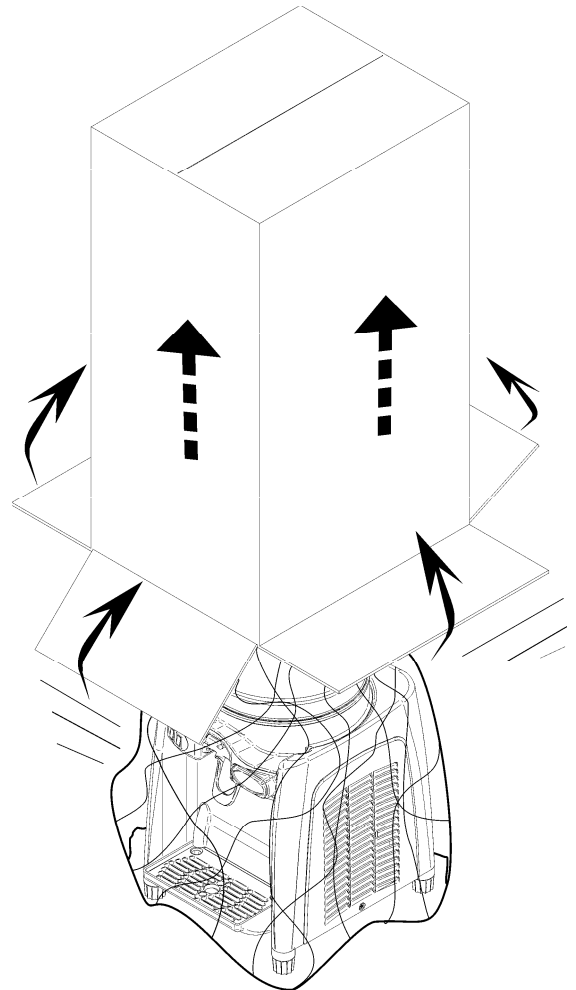

Abbildung 1
1. Verpackung entfernen (**siehe Abb. 1**); das Gerät am gewünschten Ort aufstellen und darauf achten, dass es genügend Platz hat, damit eine ausreichende Belüftung gewährleistet ist; stellen Sie sicher, dass sich in einem Abstand von mindestens 20 cm kein anderes Gerät befindet (**siehe Abb. 2**).